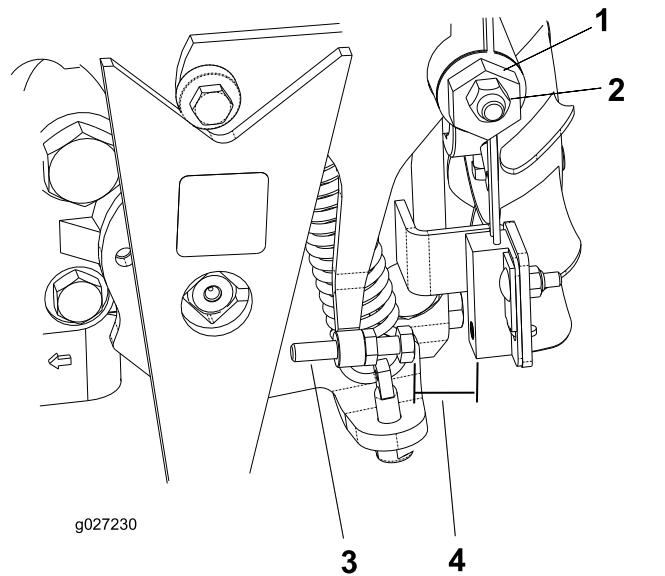

图 35
- 4. 拧松牵引调节凸轮上的锁紧螺母 图 35。
- 5. 启动发动机并朝两个方向旋转凸轮六角螺栓 图 35 以确定中档范围的中点。
- 3. 调节螺丝直至间隙为 0.82.3mm 请参阅 图 35。